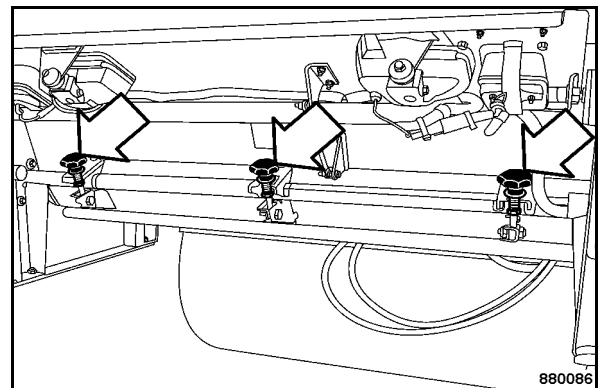

Fig. 97
- Desserrer les poignées-étoile (Fig. 97) rabattre la poutre vers le bas et laisser s'épandre le gravier.